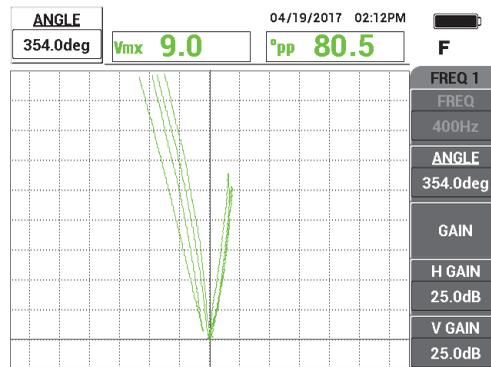

Figura 5-214 Regolazione della fase del segnale
3. Premere il tasto ANGLE () e in seguito ruotare il segnale fino a quando gli intagli del DE sono separati dall'asse verticale (vedere Figura 5-214 a pagina 294).